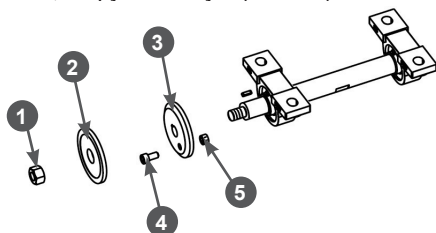

Рис. 15 Схема вала режущего диска
- С помощью ключей, закреплённых на раме, отверните гайку 1 крепления диска (левая резьба) и снимите внешнюю шайбу 2 крепления режущего диска (Рис. 15).
- Возьмите из комплекта поставки устройство болт М6 с гайкой, закрутите болт 4 в отверстие на внутренней шайбе 3 крепления режущего диска и закрутите его, закрутив гайку 5 (Рис. 15).